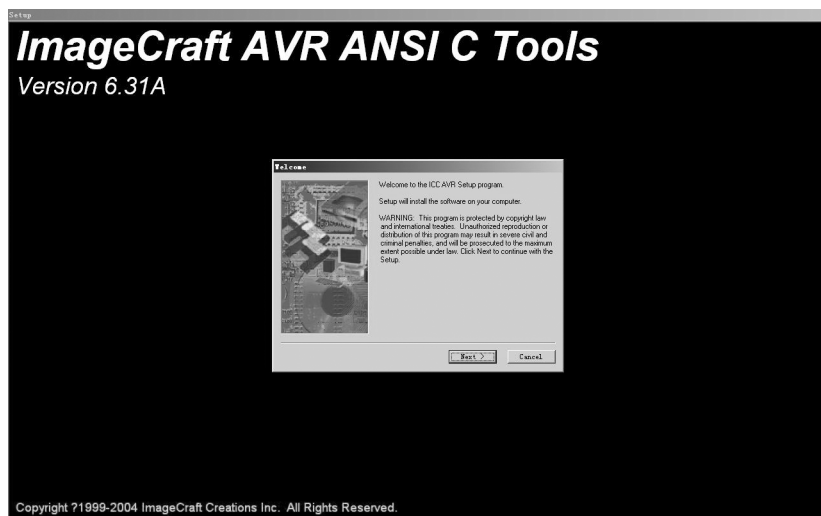
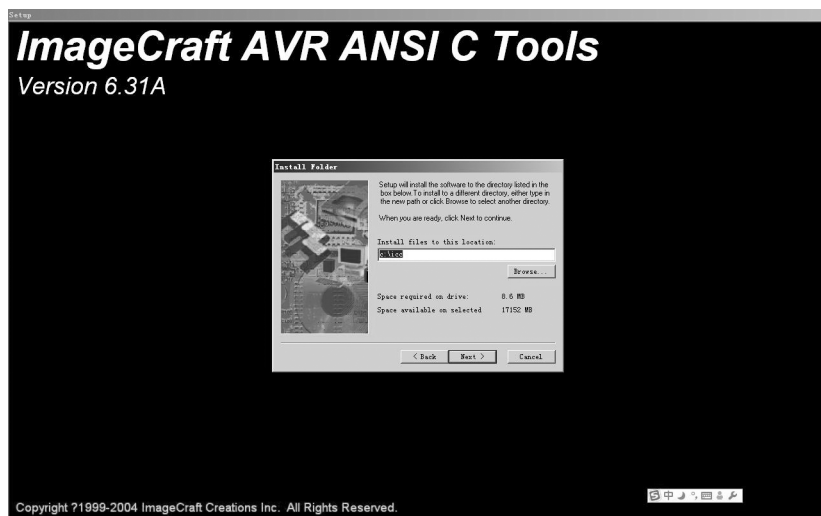

图 3.1 开始安装 ICC AVR
图 3.2 安装 ICC AVR，选择安装路径
(1) 在光盘或者硬件中找到 ICC AVR 的安装程序 `iccavr6.31A.exe`（此处采用的是 `iccavr6.31A` 版本），双击运行，可以看到如图 3.1 所示的提示，一路点击“next”按钮之后，可以选择安装目录，如图 3.2 所示。